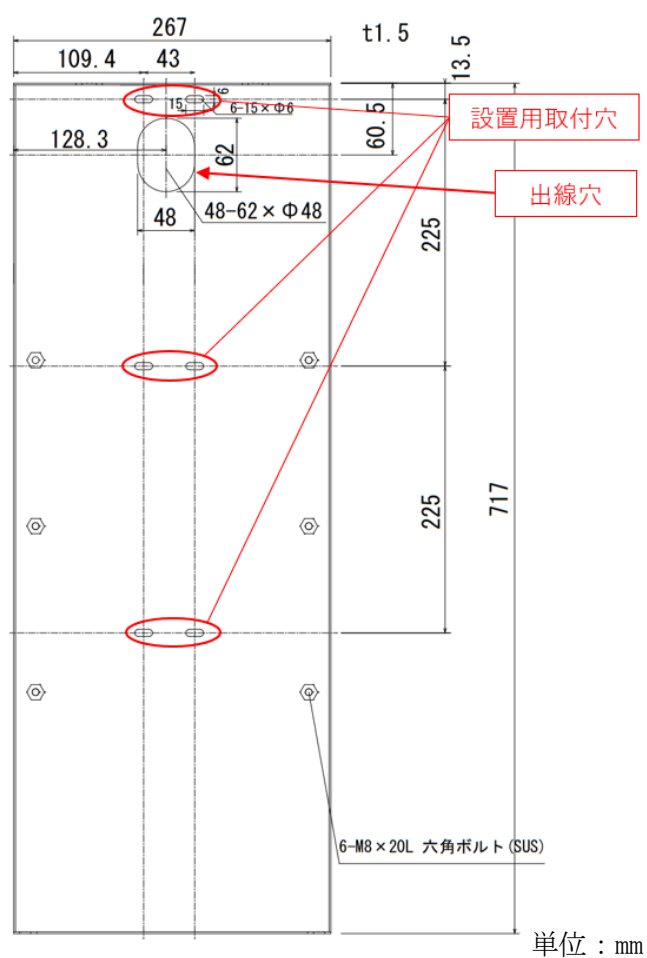

図 2-3 本体加工図
- (2) コントローラーは、壁面またはポール設置を可能とします。
- ・ポール設置：ポール内、または装置下部から配線（ポール設置は図 2-3 背板加工図 参照）